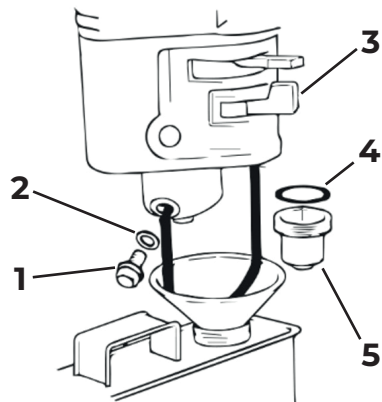

Рис. 16.
3. Открутите болт 1 сливного отверстия и слейте топливо из поплавковой камеры карбюратора (Рис. 16).
4. Открутите стакан отстойника 5, вылейте из него топливо в заранее подготовленную емкость (Рис. 16).